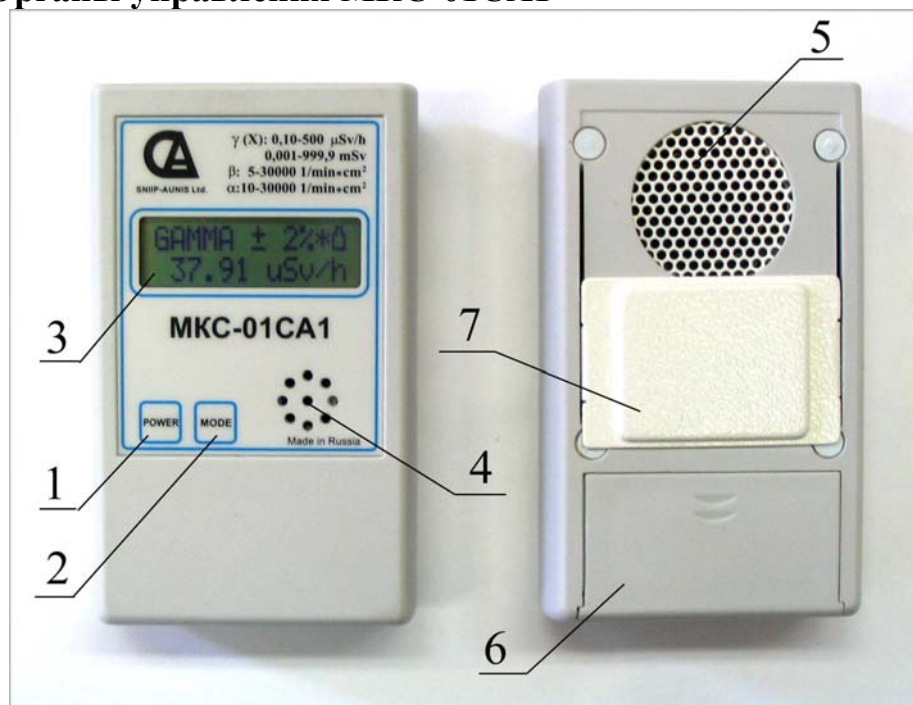

Рис. 1. Органы управления МКС-01СА1
7 - передвижной экран. Фиксируется в крайних положениях, соответствующих выбранному режиму работы. В режиме «**БЕТА**» и «**АЛФА**» - детектор открыт (нижнее положение, как показано на Рис.1), в режиме «**ГАММА**» - детектор закрыт (верхнее положение);
- снять крышку отсека питания (см. Рис. 1);
- закрыть входное окно детектора, сдвинув экран (см. Рис.1) в верхнее положение;
Закрыть входное окно детектора, сдвинув экран (см. Рис.1) в верхнее положение и включить его питание (однократно нажать и отпустить кнопку «**POWER**»). Прибор измеряет интегральную дозу излучения с момента включения прибора только в режимах «**GAMMA**» или «**DOSE**». Дисплей прибора в режиме «**DOSE**» показывает значение накопленной дозы в виде четырех значащих цифр с плавающей запятой с указанием единицы измерения «миллизиверт»: «**X.XXX mSv**».
- открыть входное окно детектора, сдвинув экран (см. Рис. 1) в нижнее положение;